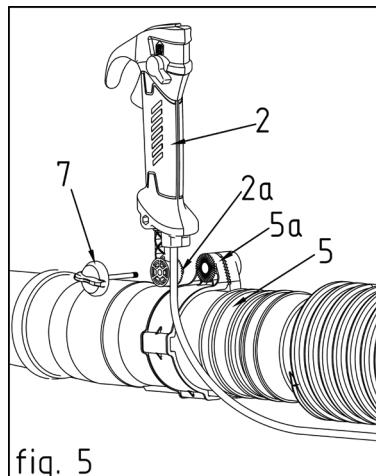

fig. 5
- Установите ручку управления (2) на зажимное кольцо (5а), а затем затяните ее с помощью фиксирующей ручки (7). (Рис. 5)